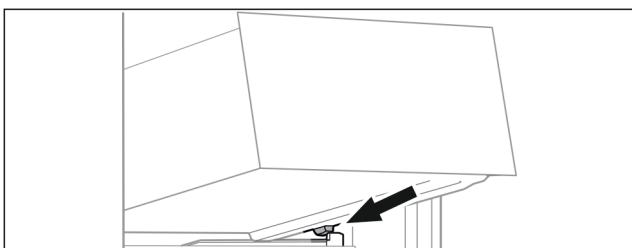

Fig. 62
- ▶ Schubfach schräg hinter den Stopperrücken auf Behälterrippe aufsetzen. (siehe Fig. 62)